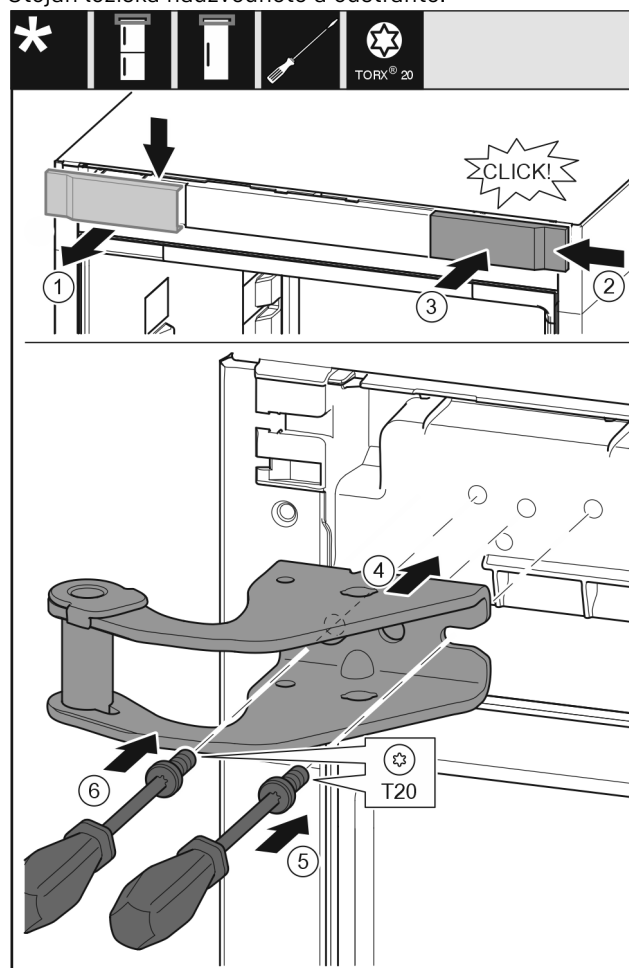

Fig. 9
- Odeberte kryt shora dopředu. Fig. 9 (1)
- Kryt otočený o 180° zavěste na druhé straně zprava. Fig. 9 (2)
- Zaklapněte kryt. Fig. 9 (3)
- Nasad'te horní stojan ložiska. Fig. 9 (4)
- Šroubovákem T20 nasad'te šroub a utáhněte. Fig. 9 (5)
- Šroubovákem T20 vložte šroub a utáhněte. Fig. 9 (6)